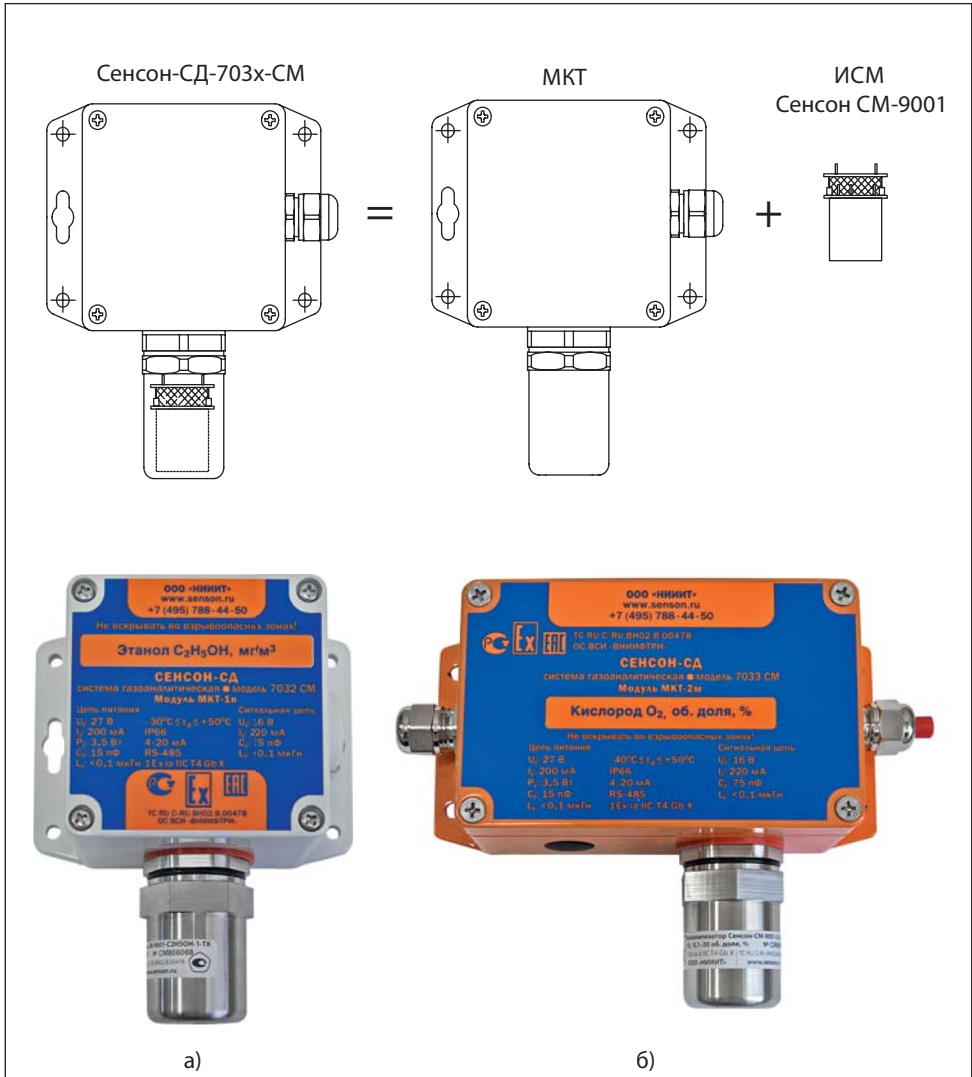

Рис.2. "Сенсон-СД-7032" (а) и "Сенсон-СД-7033" (б)
Прибор "Сенсон-СД" выполнен по модульному принципу. Конструктивно он состоит из (рис.2):
**Модуль МКТ** размещен в металлическом либо пластиковом корпусе (рис.2).